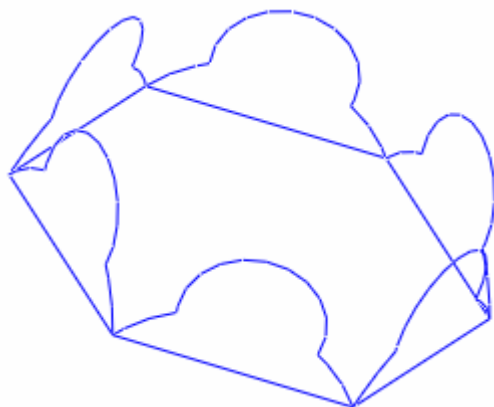

图 23-2
- (1) 单击菜单【文件】 【打开】命令。
- (2) 打开配书光盘中名称为“openexe23.prt”的模型文件，如图 23-2 所示。